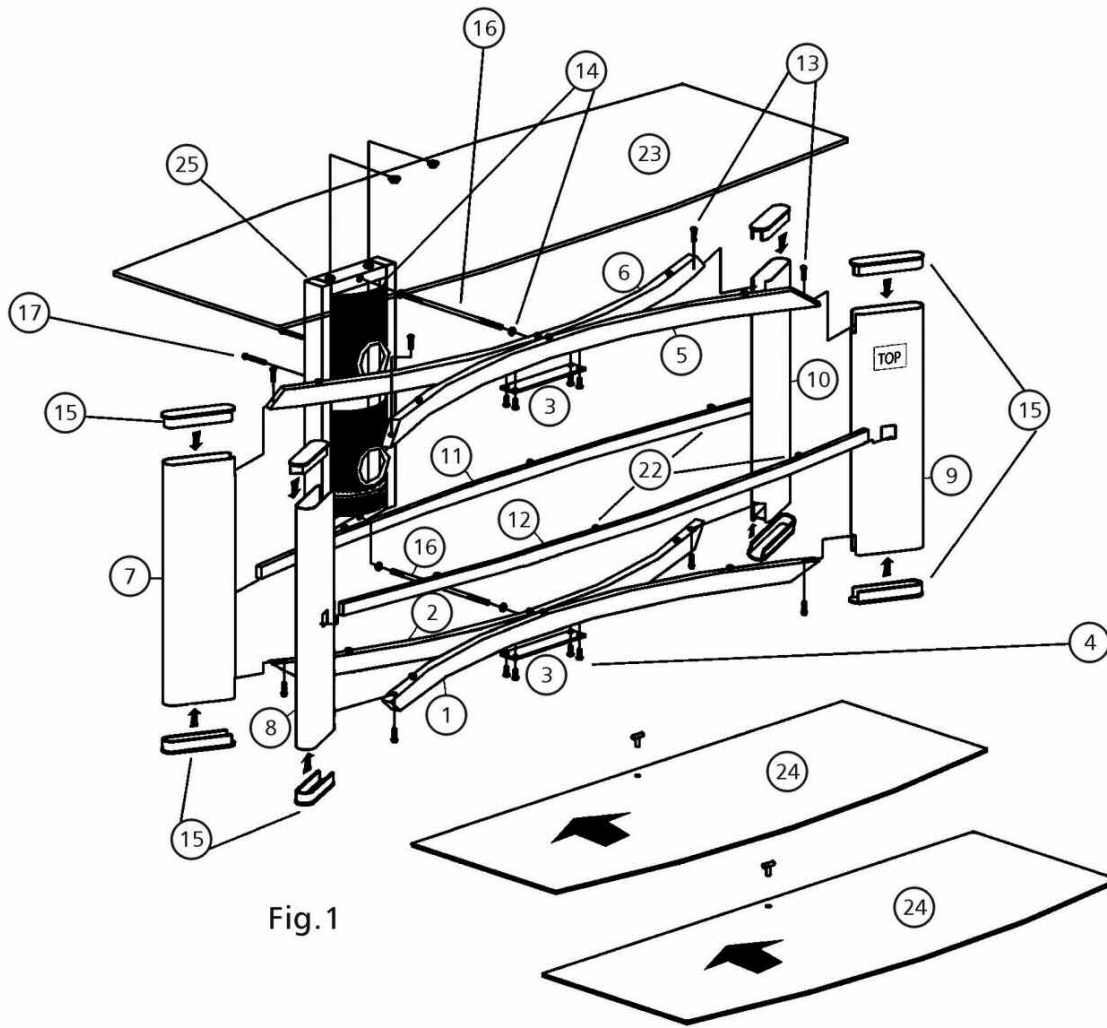
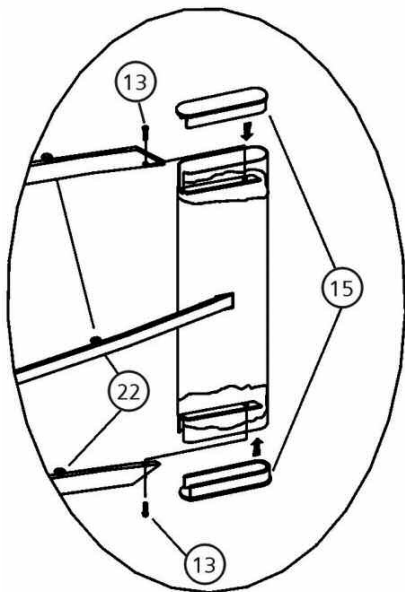

Fig. 1
Fig. 2
5. LES QUATRE PIEDS SONT TOUS IDENTIQUES. POSER les quatre pieds (7), (8), (9) et (10) à l'endroit, avec les encoches à la base de chaque pied sur la barre de cadre INFÉRIEURE, comme sur la Fig. 1. L'évidement au milieu du côté de chaque pied doit IMPÉRATIVEMENT être tourné vers l'EXTÉRIEUR, et non vers le centre du meuble, une fois l'assemblage terminé.
6. RETOURNER les barres de cadre SUPÉRIEURES (5) et (6) pour que la plaque (3) soit tournée vers le sol. POSER les barres de cadre SUPÉRIEURES dans les encoches au sommet des pieds. SANS SERRER, ATTACHER les barres de cadre SUPÉRIEURES aux pieds avec les vis à tête plate 1/4" x 15 mm (13).
8. INTRODUIRE les barres de support du plateau CENTRAL (11) dans les évidements des pieds AVANT et ARRIÈRE, la courbure des barres étant tournée vers l'EXTÉRIEUR, comme sur la Fig. 1.
9. AVEC PRÉCAUTION, POSER les barres de cadre INFÉRIEURES dans les encoches des pieds, avec la plaque (3) tournée vers le haut. Les trous dans la face plate de la barre de cadre INFÉRIEURE doivent être tournés vers l'ARRIÈRE. ATTACHER les barres de cadre aux pieds avec les vis à tête plate 1/4" x 15 mm (13).
11. POSER des capuchons en plastique (15) sur le bas des pieds, comme sur la Fig. 2. SERRER COMPLÈTEMENT la plaque (3) sur les deux barres de cadre inférieures et, AVEC PRÉCAUTION, RETOURNER le meuble pour le mettre à l'endroit. POSER des capuchons en plastique (15) sur le haut des pieds, comme sur la Fig. 2.
12. Les barres de cadre SUPÉRIEURES ET INFÉRIEURES présentent un trou ARRIÈRE au milieu, à l'endroit où les barres AVANT et ARRIÈRE se touchent. Depuis l'ARRIÈRE, POSER une rondelle (14) sur le trou des barres de cadre SUPÉRIEURES. Avec la CLÉ PLATE, VISSER le bout fileté court de la LONGUE barre d'attache (16) à travers l'ARRIÈRE de la barre de cadre SUPÉRIEURE et dans la barre de cadre SUPÉRIEURE AVANT jusqu'à ce quelle soit bien serrée. RÉPÉTER cet assemblage de barre d'attache (16) sur les barres de cadre INFÉRIEURES.
13. POSER une rondelle (14) sur le bout libre des LONGUES barres d'attache (16). PLACER le côté ouvert du cadre passe-fil CMS® (25) vers l'ARRIÈRE, avec les deux trous de vis au SOMMET du cadre CMS® tournés vers le haut. ENFILER le cadre CMS® sur les bouts des LONGUES barres d'attache (16) jusqu'à l'appuyer contre la barre de support du plateau central ARRIÈRE (11). FIXER l'arrière du cadre passe-fil CMS® (25) à la barre de support avec des vis de 1/4" x 60 mm (17). NE PAS ENCORE SERRER À FOND.
14. ATTACHER les LONGUES barres d'attache (16) à l'arrière du cadre CMS® avec des vis à bout OUVERT de 1/4" x 16 mm (18).
15. REVENIR EN ARRIÈRE et SERRER COMPLÈTEMENT le cadre CMS® au cadre du meuble et la plaque (3) aux deux barres de cadre supérieures.
17. POSER des tampons d'appui (22) à gauche, au milieu et à droite sur le dessus des barres de support des plateaux INFÉRIEUR, SUPÉRIEUR et CENTRAL, comme sur la Fig. 1.
18. POSER le plateau SUPÉRIEUR (le plus grand) (23) sur les barres SUPÉRIEURES, avec les deux disques argentés placés vers l'arrière et dans les trous sur le dessus du cadre CMS® (25). ATTACHER les disques argentés au cadre CMS® avec les vis 1/4" x 25 mm (19).
19. AVEC PRÉCAUTION, poser les petits plateaux (24) sur les cadres de support INFÉRIEUR et CENTRAL, avec les trous des plateaux placés vers l'ARRIÈRE. INTRODUIRE les plateaux dans les rainures du cadre CMS®. VERROUILLER les plateaux en place avec les broches en T (20) à travers les trous à l'arrière des plateaux.
1. COLOQUE las barras de soporte INFERIOR (1) y (2) en POSICIÓN INVERTIDA con los dos orificios de la parte de abajo orientados hacia arriba y los orificios del centro de los lados ALINEADOS.
IMPORTANTE: Las barras de soporte FRONTAL (1) y (5) poseen un orificio en el lado trasero de la barra y NO en el lado frontal de la barra. Las barras de soporte TRASERO (2) y (6) poseen un orificio que atraviesa completamente las barras. Si están correctamente posicionados, los orificios estarán ALINEADOS cuando las barras se encuentren unidas entre sí. **OBSERVE QUE LA DIRECCIÓN DE LA INCLINACIÓN EN LOS EXTREMOS DE LAS BARRAS SEA LA ADECUADA DURANTE EL ENSAMBLAJE, SEGÚN SE MUESTRA EN LA FIG. 1.**
2. UNA SIN APRETAR una placa plana (3), con los orificios de los tornillos empotrados orientados hacia arriba, a las dos barras de soporte inferior, utilizando tornillos de cuello alto de 1/4" x 15 mm (4).
3. REPITA este ensamblaje con las barras de soporte SUPERIOR (5) y (6). **OBSERVE QUE LA DIRECCIÓN DE LA INCLINACIÓN EN LOS EXTREMOS DE LAS BARRAS SEA LA ADECUADA DURANTE EL ENSAMBLAJE, SEGÚN SE MUESTRA EN LA FIG. 1.**
4. GIRE las barras de soporte INFERIOR para que la placa (3) se apoye sobre el piso.
5. LAS CUATRO PATAS SON IGUALES. COLOQUE las cuatro patas (7), (8), (9) y (10) en posición vertical con las ranuras en la parte inferior de cada pata sobre la barra de soporte INFERIOR, como se muestra en la Fig. 1. La ranura en el lado medio de cada pata DEBE estar orientada hacia AFUERA alejada del centro de la mesa cuando se encuentre completamente ensamblada.
6. GIRE las barras de soporte SUPERIOR (5) y (6) unidas para que la placa (3) esté orientada hacia abajo mirando al piso. COLOQUE las barras de soporte SUPERIOR dentro de las ranuras en la parte superior de las patas. SUJETE SIN APRETAR las barras de soporte SUPERIOR a las patas con los tornillos de cuello recto de 1/4" x 15 mm (13).
8. INSERTE las barras de soporte del estante CENTRAL (11) dentro de las ranuras de las patas FRONTALES y TRASERAS, con la curvatura de las barras orientada HACIA FUERA, como se muestra en la Fig. 1.
9. CUIDADOSAMENTE COLOQUE las barras de soporte INFERIOR dentro de las ranuras de las patas con la placa (3) orientada hacia arriba. Los orificios del lado plano de la barra de soporte INFERIOR deben estar orientados hacia la parte TRASERA. AJUSTE las barras de soporte a las patas con los tornillos de cuello recto de 1/4" x 15 mm (13).
11. COLOQUE tapas de plástico (15) en la parte inferior de las patas como se muestra en la Fig. 2. AJUSTE POR COMPLETO la placa plana (3) a las dos barras de soporte inferior y GIRE CON CUIDADO la unidad para que se encuentre en posición vertical. COLOQUE tapas de plástico (15) en la parte superior de las patas como se muestra en la Fig. 2.
12. La parte TRASERA de las barras de soporte SUPERIOR e INFERIOR poseen un orificio taladrado en el centro de las barras donde se unen las barras de soporte FRONTAL y TRASERO. Desde la parte TRASERA, COLOQUE una arandela (14) sobre el orificio en las barras de soporte SUPERIOR. Utilice la LLAVE DE EXTREMO HUECO para ATORNILLAR el extremo roscado más corto del tirante LARGO (16) a través de la PARTE TRASERA de la barra de soporte SUPERIOR y dentro de la barra de soporte FRONTAL SUPERIOR, hasta que estén ajustadas. REPITA este ensamblaje del tirante (16) con las barras de soporte INFERIOR.
13. COLOQUE una arandela (14) sobre los extremos expuestos de los tirantes LARGOS (16). UBIQUE el lado abierto del sostén del CMS® (Sistema de administración de cables) (25) orientado hacia la parte TRASERA con los dos orificios de los tornillos de la parte SUPERIOR del sostén del CMS® orientados hacia arriba. DESLICE el sostén del CMS® sobre los extremos de los tirantes LARGOS (16) para que se apoye sobre la barra TRASERA de soporte del estante central (11). UNA la parte trasera del sostén del CMS® (25) a la barra de soporte con tornillos de 1/4" x 60 mm (17). NO LOS AJUSTE COMPLETAMENTE TODAVÍA.
14. UNA los tirantes LARGOS (16) a la parte trasera del sostén del CMS® con tornillos ABIERTOS de 1/4" x 16 mm (18).
15. RECORRA LOS PASOS y AJUSTE COMPLETAMENTE el sostén del CMS® al sostén de la mesa y la placa plana (3) a las dos barras de soporte superior.